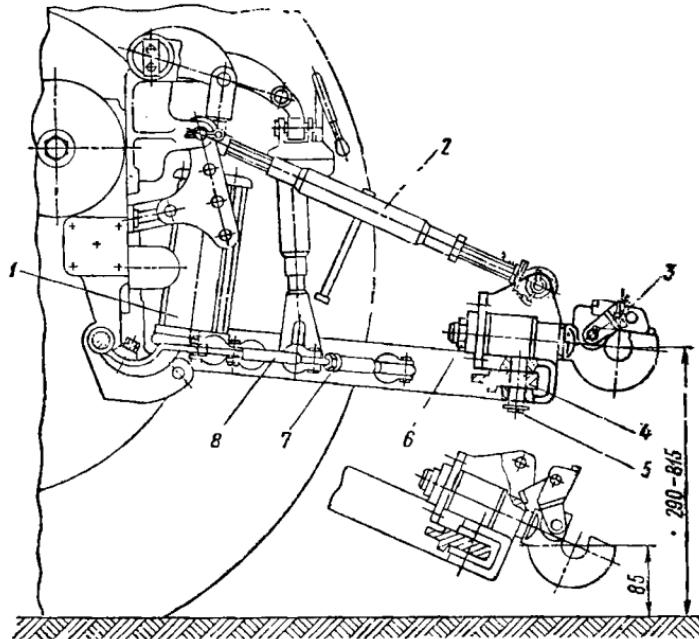
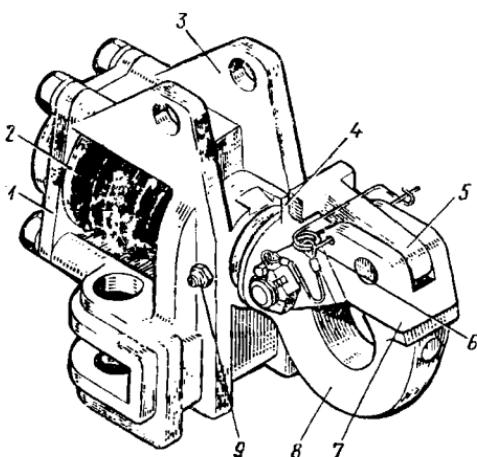

Рис. 62. Установка тягово-цепного прибора:
Рис. 63. Тягово-сцепной прибор:
В рабочем положении тягово-сцепной прибор 3 (рис. 62) закреплен на поперечине 4 механизма задней навески трактора пальцами 5. Необходимую высоту прибора устанавливают с помощью гидроцилиндра 1 и фиксируют центральной тягой 2, которая образует совместно с продольными тягами 7 жесткий треугольник, позволяющий разгрузить гидроцилиндр механизма навески. Рабочему положению тягово-сцепного прибора соответствует расстояние 290—815 мм от опорной поверхности трактора до оси боксирного крюка 8 (рис. 63). При отсоединеной центральной тяге 2 (см. рис. 62) тягово-сцепной прибор можно опустить до 85 мм от опорной поверхности трактора.
Тягово-сцепной прибор состоит из корпуса 3 (см. рис. 63),
смягчает толчки, передаваемые прицепом трактору. Перед началом работы трактора с прицепом необходимо зафиксировать положение тягово-сцепного прибора относительно продольной оси трактора напряжением стяжек 8 (см. рис. 62).
2) расстопорить защелку 7 (см. рис. 63) и отвести ее вверх до захода собачки 5 защелки на упор и в пространство между выступами корпуса 3; при таком положении собачки фиксируется открытое положение защелки 7, а буксирный крюк 8 не имеет возможности проворачиваться вокруг оси;